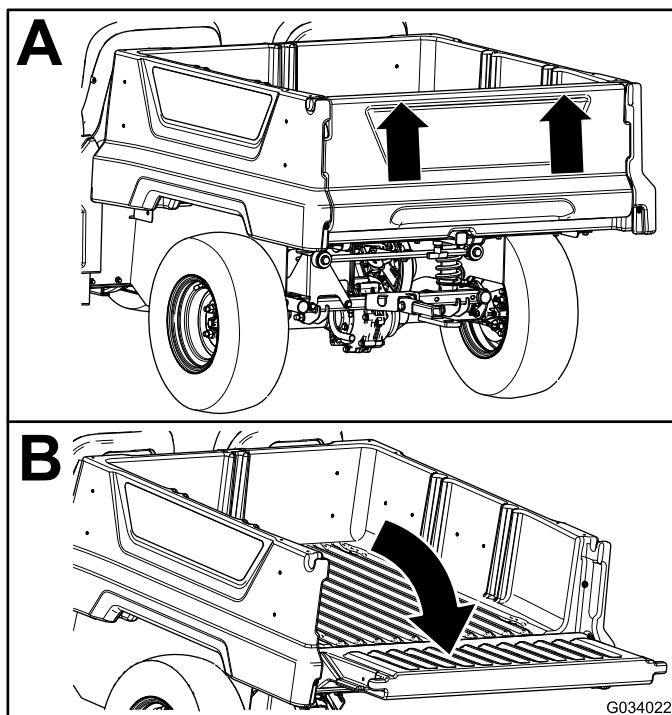

Figura 13
2. Eleve el portón trasero con las dos manos mediante el reborde cerca de la parte superior del portón trasero (Figura 13).
3. Baje el portón hasta que quede nivelado con la parte inferior de la plataforma de carga (Figura 13).